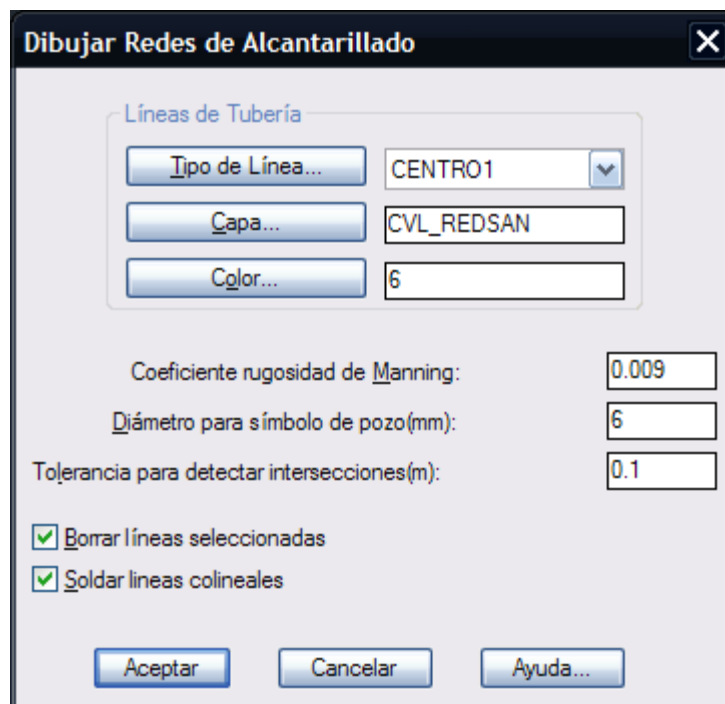

Fig. 2 Caja de diálogo para reconocer redes de alcantarillado
3. Active la rutina para reconocer redes de alcantarillado (**CivilCAD>Módulos>Redes de alcantarillado>Circuitos>Reconocer**). Acepte los valores propuestos en la caja de diálogo (Fig. 2).